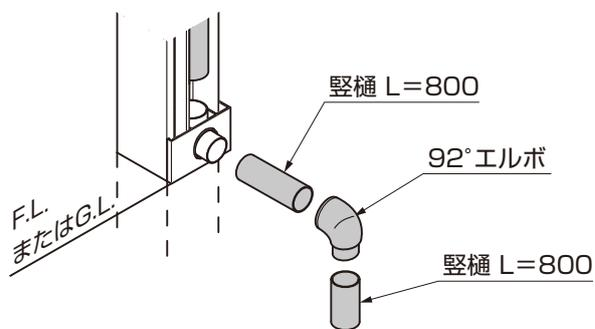

図9-23
- 雨樋下部品に柱セットに同梱のL=800の縦樋とエルボ使用して床下に排水するなどが可能です。(図9-23参照)